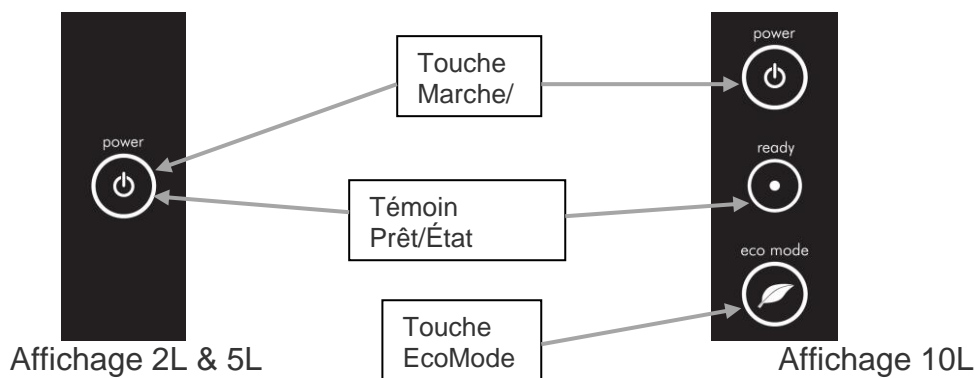

Figure 1 : Interface utilisateur
- Branchez le chauffe-eau à la prise 13A et appuyez sur la touche marche/arrêt sur le devant de la machine. Voir la Figure 1.